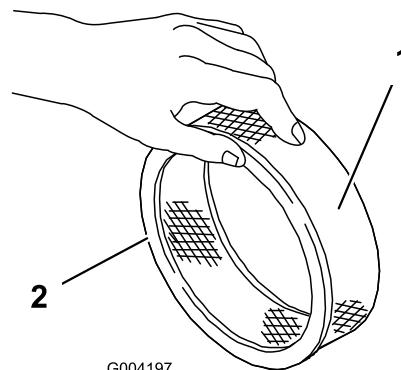

Figure 43
- Vérifiez que l'élément en papier n'est pas déchiré ni couvert d'une pellicule grasse, et que le joint de caoutchouc n'est pas endommagé (Figure 43).
- Glissez délicatement le préfiltre en mousse sur l'élément en papier (Figure 43).